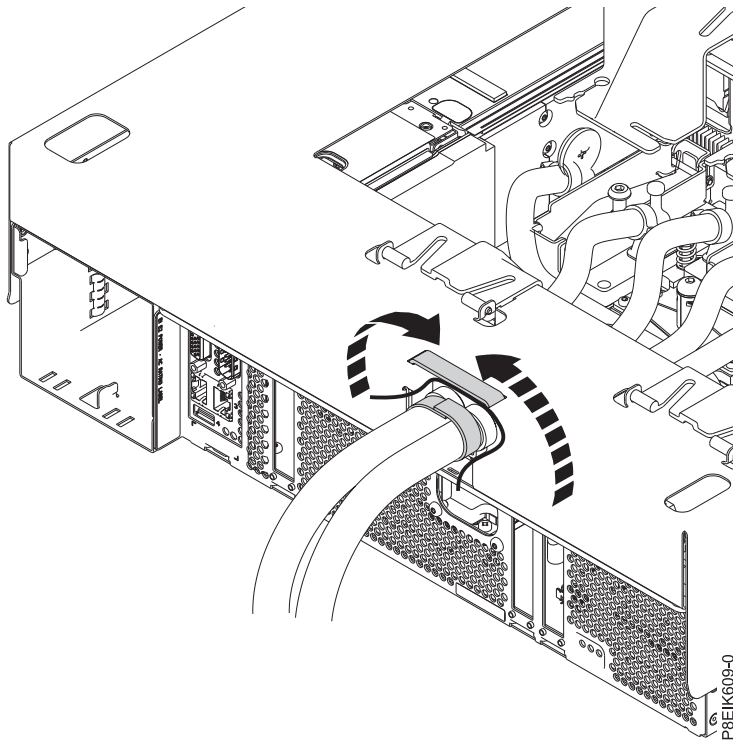

Figure 28. Fixation des conduites d'eau au support
5. A l'aides des attaches velcro, fixez les conduites d'eau au support d'installation des plaques froides (voir figure 28).